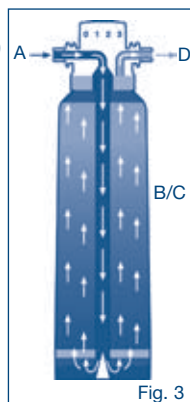

Fig. 3
L'eau brute (A) passe dans la cartouche filtrante (fig. 3). Au niveau de la zone (B) les particules sont éliminées par un préfiltre et les substances à l'origine des goûts et odeurs désagréables, telles que le chlore, sont éliminées grâce au charbon actif (C).